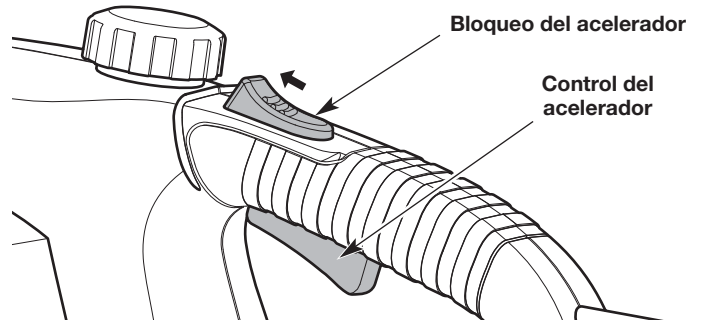

Fig. 2
1. Oprima y mantenga apretado el bloqueo del acelerador (Fig. 2).
2. Continúe apretando el bloqueo del acelerador. Apriete y mantenga apretado el control del acelerador para hacer arrancar la unidad (Fig. 2).
1. Libere el control del acelerador y espere hasta que todas las piezas móviles se hayan detenido por completo (Fig. 2).